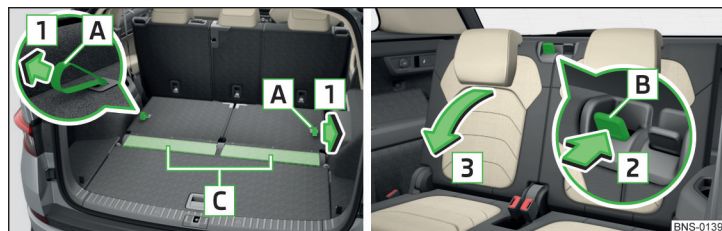

Fig. 95 Levantar/bajar los respaldos
- ▶ Para **levantar**, tirar del lazo **A** en el sentido de la flecha **1** » fig. 95. El respaldo tiene que encajar de forma audible después de levantar.